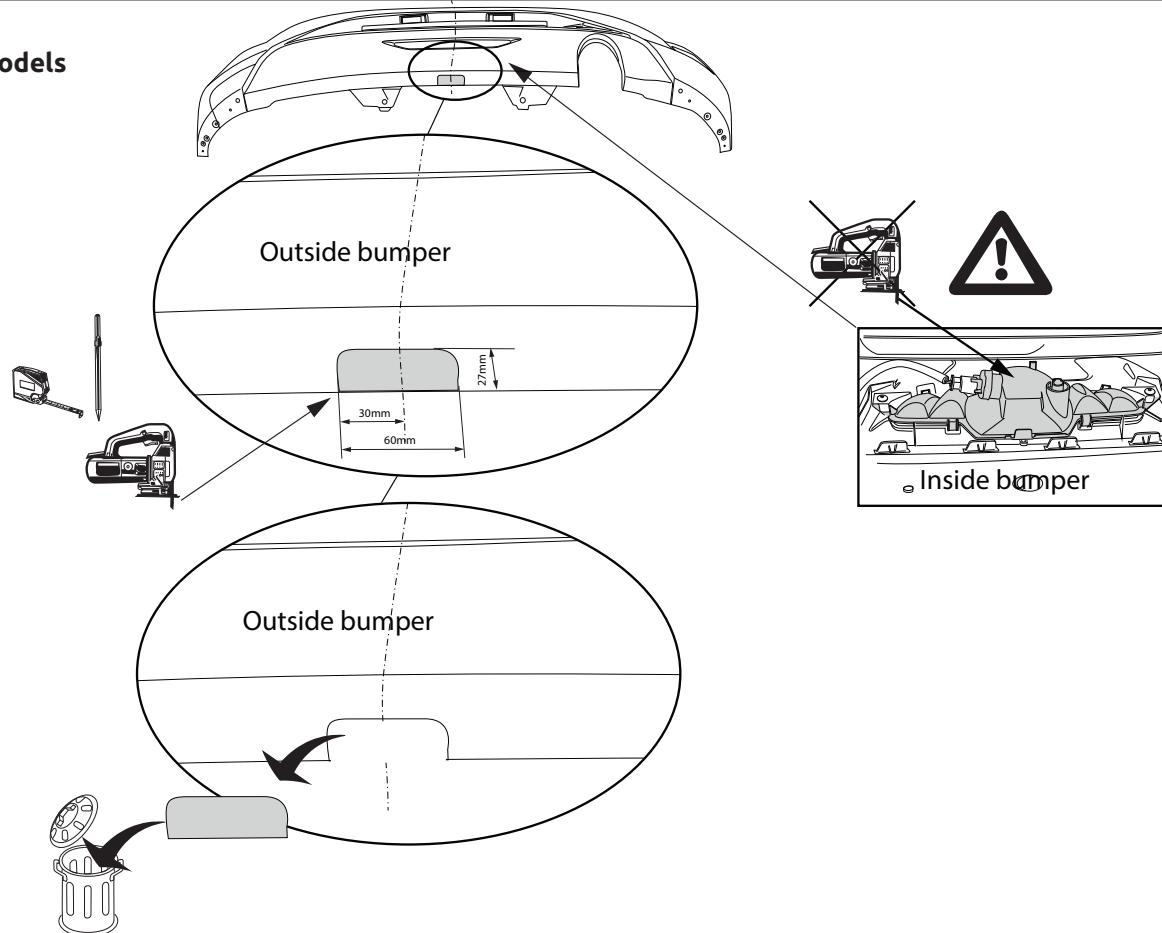

Fig. 3
10. Выпилить часть из бампера в середине снизу, как указано на рис. 3.